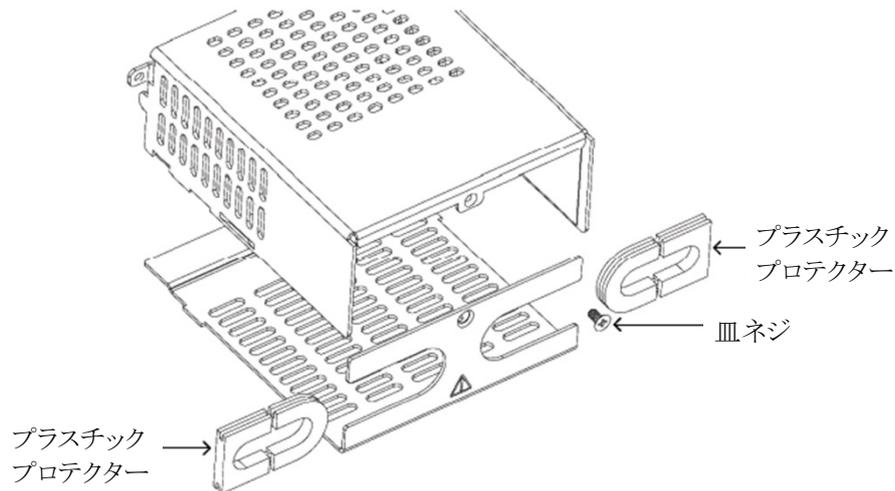

図4-29 出力端子カバーの分解方法
2. 図4-29に示すように出力端子カバー(製品に添付されています)の皿ネジを取り外して開け、プラスチックプロテクターを取り外してください。